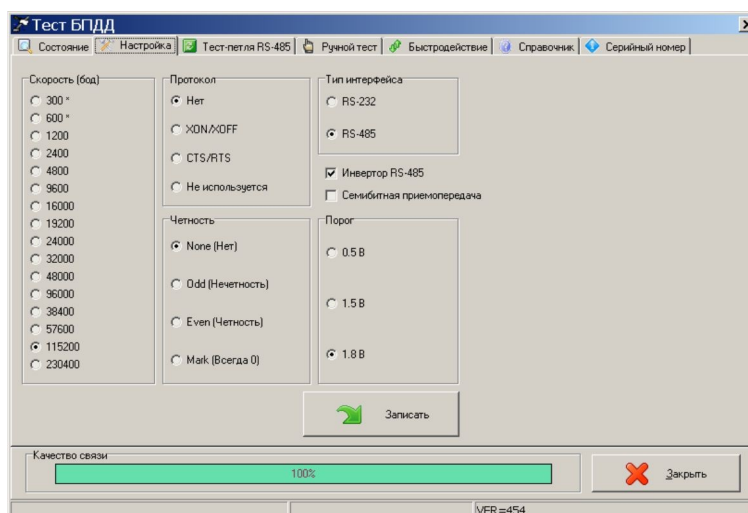

Рисунок 16
- 2) Выбрать в таблице устройств блок «БПДД». В окне «Поиск» выбрать команду «Тест», затем вкладку «Настройка» и установить следующие параметры конфигурации БПДД-RS-485П (рисунок 16):